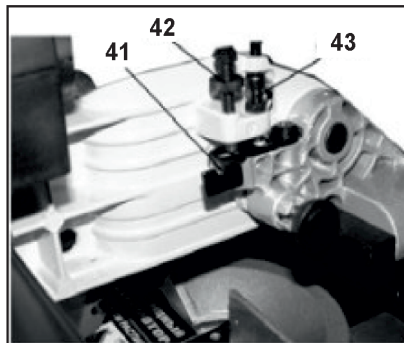

Рис. 8
Винт (43), (Рис. 8), ограничивает максимальное опускание пильного диска (15), (Рис.1). Для регулировки максимальной глубины опускания пильного диска (15) ослабьте контргайку винта (43), (Рис. 8).
Отрегулируйте и зафиксируйте контргайкой положение винта (43), (Рис. 8). Ограничение глубины пропила регулируется вращением винта (42), (Рис. 8). Для того, чтобы винт (42) ограничивал опускание пильного диска (15) на требуемую глубину пиления, необходимо переместить упор (41).